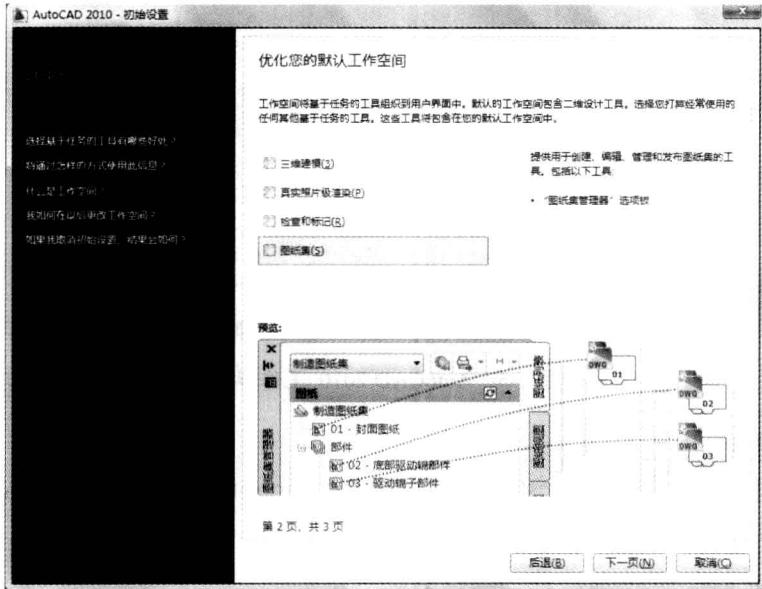

图 1-3 “优化默认工作空间”对话框
(2) 在该对话框中，可以根据随后的设计类型选择合适的绘图环境。用户可以单击 跳过(S) 按钮不进行设置，也可以单击 下一页(N) 按钮继续进行设置。图 1-3 所示为优化默认工作空间对话框。